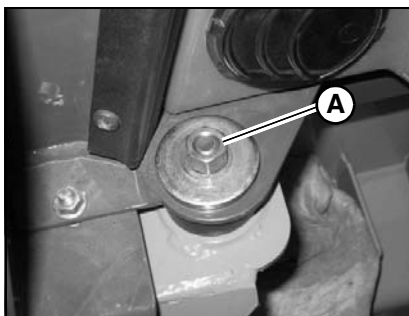

Figura 84 – Accesorios de anclaje de la ROPS/FOPS
2. Retire los accesorios (A, Figura 84) de la parte frontal de la ROPS/FOPS.
3. Fije la ROPS/FOPS en posición bajada con los accesorios de anclaje (A, Figura 84). Par de apriete a 43 N·m (32 lb-pie).